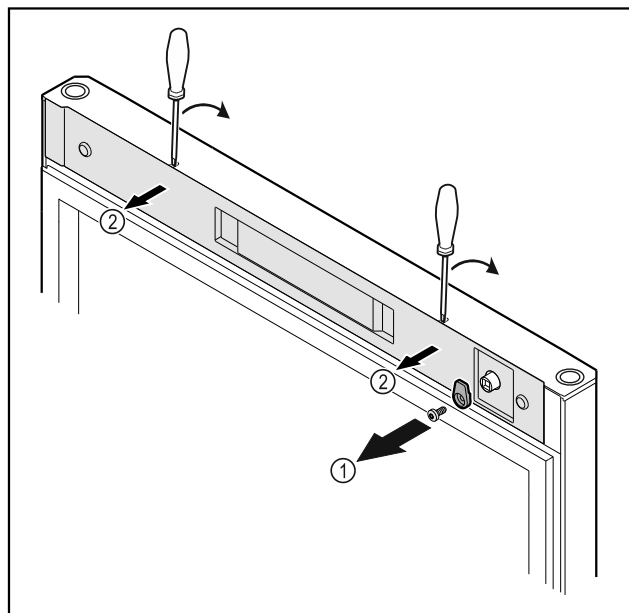

Fig. 20
- Csavarja le a reteszelő kampót Fig. 20 (1).
- Pattintsa ki a burkolatot Fig. 20 (2) egy csavarhúzó segítségével, és vegye le.